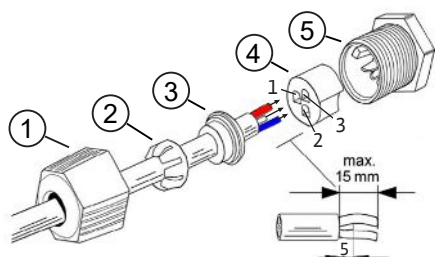

Fig. 18: Connettore Quickon
2. Rimuovere la guaina del cavo di segnale (circa 15 mm). Le estremità dei fili devono essere collegate a filo all'anello di giunzione (Pos. 4) o possono sporgere al massimo di 2 mm, vedi Fig. 18.